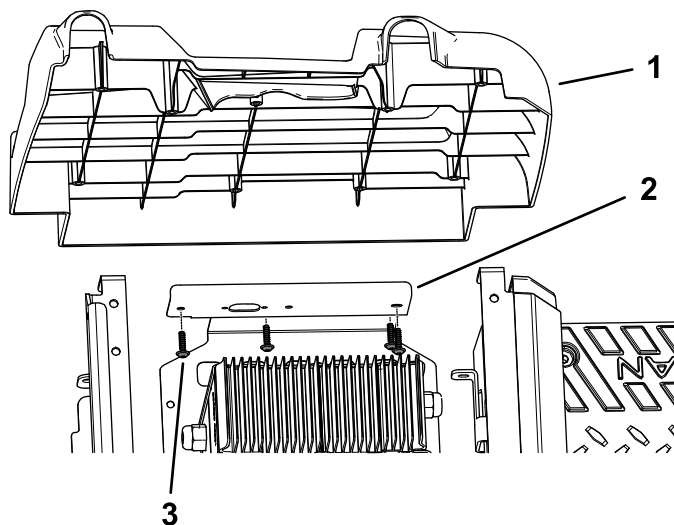

Рисунок 6
3. Выверните 4 винта с головкой Torx (M6,0 x 22 мм), которые крепят кронштейн зарядного устройства к левой боковой панели (Рисунок 6).